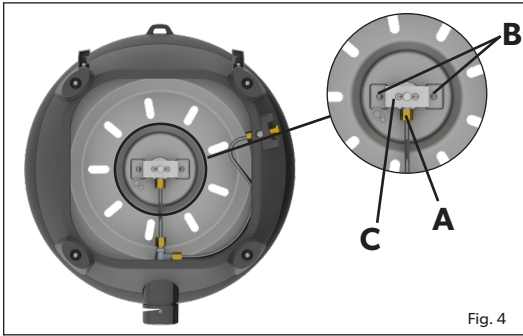
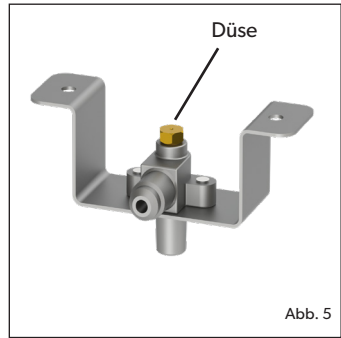

Fig. 4
Abb. 5
- Wir empfehlen, die Düsen alle sechs (6) Monate zu reinigen oder auszutauschen, um einen dauerhaften effizienten Betrieb Ihres Geräts zu gewährleisten.
- Sollte das Loch in der Düse verstopft sein, kann dies zu einer kleinen Flamme oder gar keiner Flamme führen. Versuchen Sie nicht, die Düse mit einer Nadel oder einem ähnlichen Gerät zu reinigen, da dies die Öffnung beschädigen und das Gerät unsicher machen könnte. Um die Düse zu entfernen, entfernen Sie alle losen Oberflächen von Ihrem Gerät und drehen Sie die Basiseinheit um. Lösen Sie mit einem geeigneten Schraubenschlüssel die Mutter (A) (Abb. 4). Lösen Sie die 2 Schrauben (B) (Abb. 4). Entfernen Sie die Halterung (C), um die Düse freizulegen. (Abb. 5). Entfernen Sie die Düse mit einem geeigneten Schraubenschlüssel. Verwenden Sie keine Zange an der Düse, da dies die Düse beschädigen und unbrauchbar oder unmöglich machen kann, sie zu entfernen. Schrauben Sie die neue Düse in das Ventil. Nicht zu fest anziehen, da dies die Düse beschädigen kann.